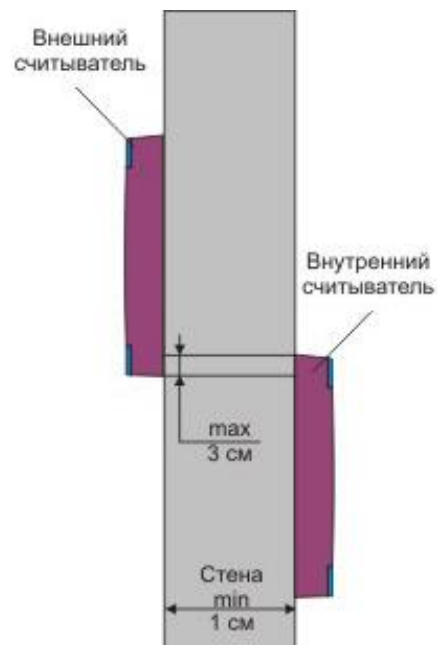

Рисунок 7. Крепление считывателей с разнесением по вертикали.
- Если толщина стены менее 10 см (например, стеклянная панель), то считыватели необходимо разнести по вертикали (рис. 7). Максимальное наложение одного считывателя на другой по вертикали – 3 см (антенны не должны пересекаться).